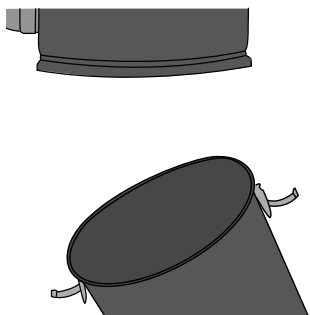

figure 13A
2. Défaire les deux attaches, retirer la cuve et vider de son contenu (**figure 13A**).